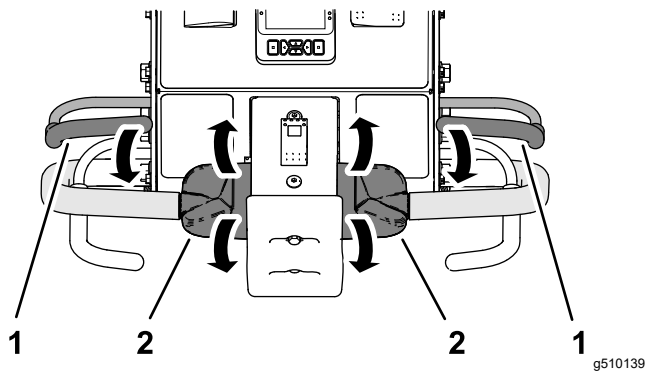

図 32
2. どちらかのオペレータ安全ベイルをハンドルバーとともに握り、走行コントロール **図 32**を前方又は後方に回転させ、エンジンを始動する。